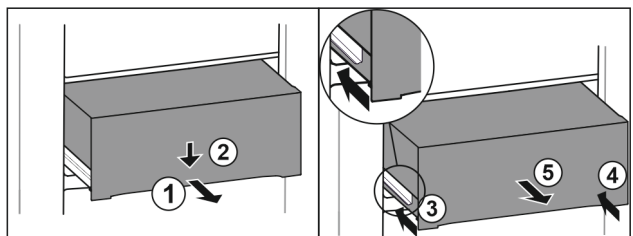

Fig. 174
- Schubfach halb herausziehen. Fig. 174 (1)
- Schubfach an der Vorderseite nach unten drücken. Fig. 174 (2)
- Linke Schiene etwa 2 cm einschieben. Fig. 174 (3)
- Rechte Schiene etwa 2 cm einschieben. Fig. 174 (4)
- Schubfach nach vorne entnehmen. Fig. 174 (5)